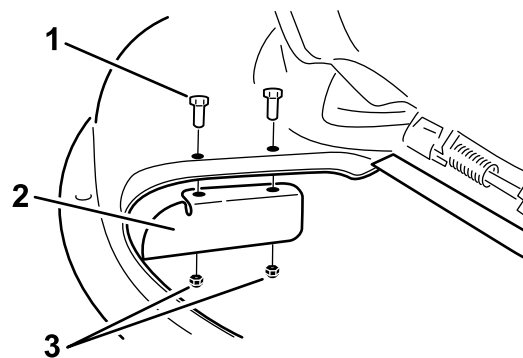

Figura 33
- Fissate il deflettore di scarico al piatto di taglio utilizzando 2 bulloni (5/16 x 3/4 pollice) e 2 dadi di bloccaggio (5/16 pollice) Figura 33.